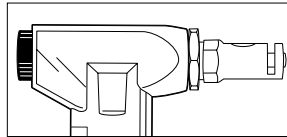

Figura 1
1. La figura 1 muestra el montaje correcto del cortador y troquel de la cortadora de aire.